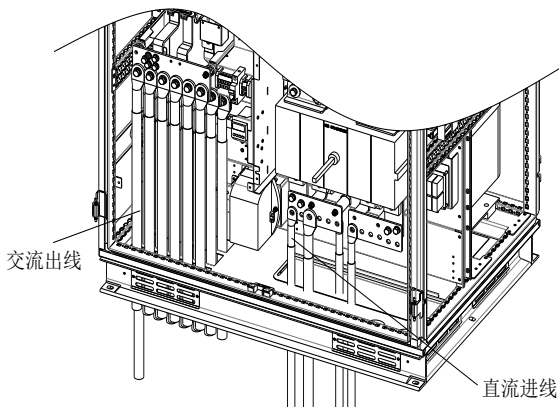

图 3-8 外部配线示意图
- (3) 所有外部配线，必须从机器下方的穿线孔中穿过，如图 3-8 所示。